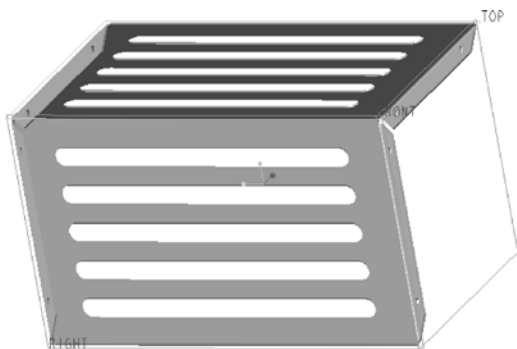

图 5-97 创建出定位安装孔
(4) 在“拉伸”选项卡中打开“选项”面板, 从“侧 1”下拉列表框和“侧 2”下拉列表框中都选择  (穿透) 选项。
(5) 在“拉伸”选项卡中单击  (完成) 按钮, 此时得到的钣金件模型如图 5-97 所示。